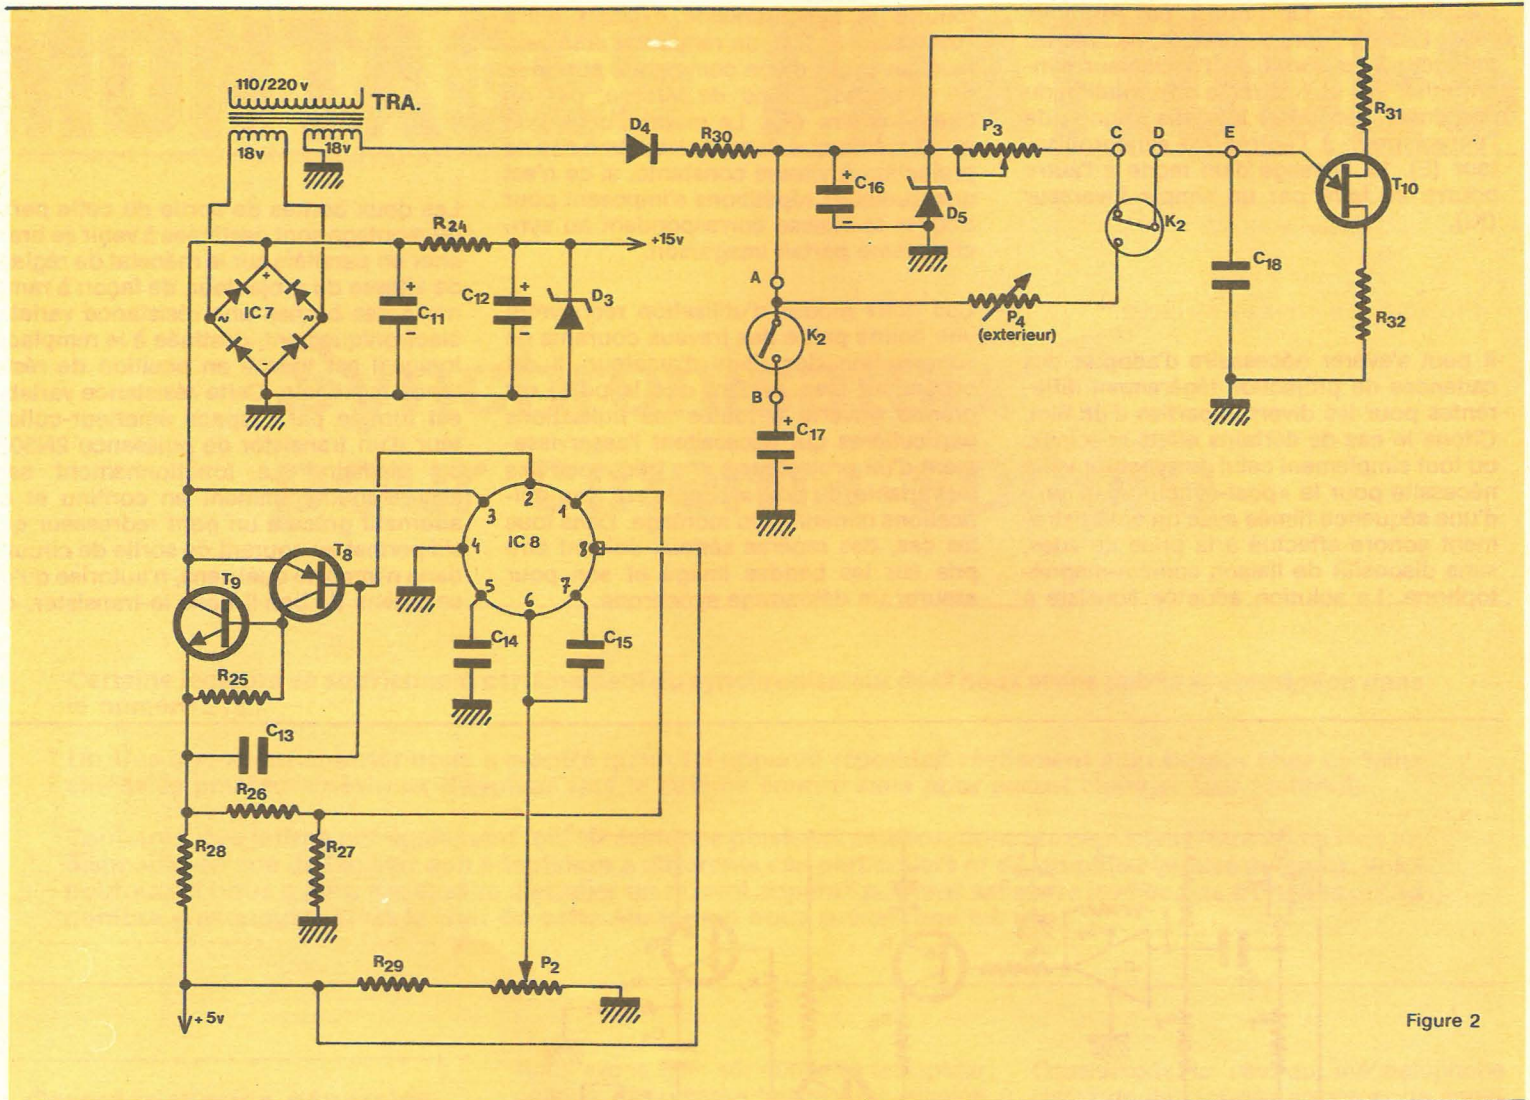

Figure 2
• L'alimentation : figure 2
• Le relaxateur synchronisable : figure 2